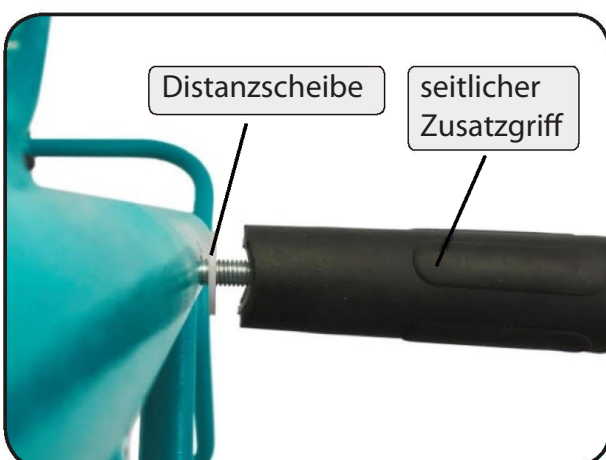

Abbildung 26
14. Halten Sie die Sterngriffschrauben fest und drehen Sie den seitlichen Zusatzgriff mit der Hand auf die Sterngriffschraube. Achten Sie darauf, dass die Distanzscheiben zwischen dem seitlichen Zusatzgriff und dem Hebearm platziert sind (Abbildung 26).